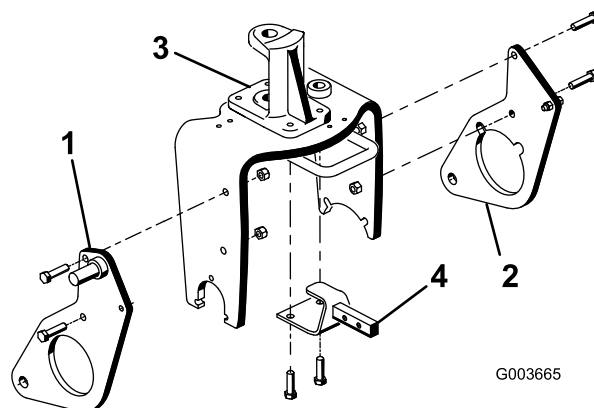

Figura 6
1. Montare la piastra dell'aratro destra senza stringere sul lato destro della forcella con 2 bulloni (1/2 x 2 pollici) e dadi di bloccaggio come indicato nella Figura 6. Non serrare i dispositivi di fissaggio.
2. Ripetere la procedura anche per la piastra dell'aratro sinistra (Figura 6).
4. Rimuovere ed eliminare i 2 bulloni che fissano la parte anteriore del perno dello sterzo sulla parte superiore della forcella (Figura 6).
5. Utilizzare la forcella e i fori di montaggio del perno dello sterzo per montare la staffa del telaio dell'attacco di traino alla parte inferiore della forcella con 2 bulloni (1/2 x 1-3/4 pollici) (Figura 6). Potrebbe essere necessario sgonfiare parzialmente lo pneumatico per guadagnare spazio.